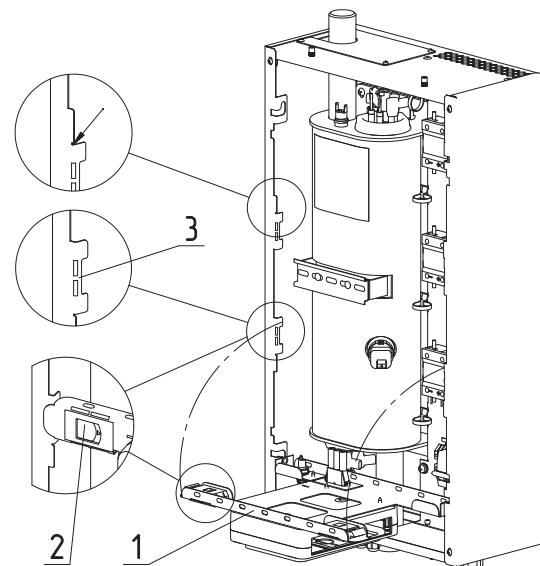

Рис.19 Откидывание кронштейна
- откинуть кронштейн для крепления пульта управления (**Рис.19 поз.1**);
- отжать замки-защелки (**Рис.19 поз.2**) с двух сторон;
- имеется возможность сменить положение кронштейна, достав его из пазов и закрепив в соответствующие пазы выше (**Рис.19 поз.3**).